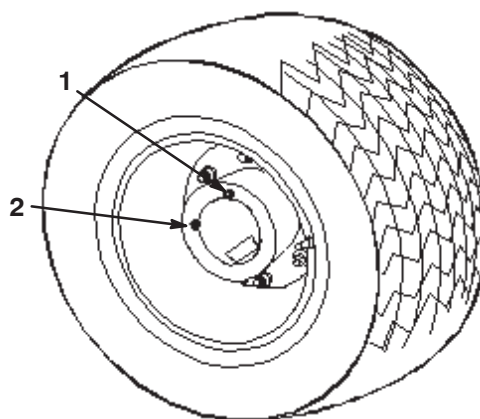

Figura 46
6. Desloque o veículo lentamente até a roda ficar na posição de enchimento, como se mostra na Figura 46.